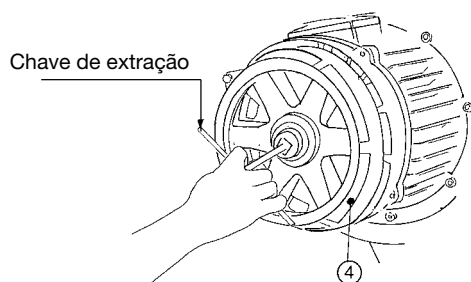

Fig. 18
Desmontagem e montagem: verificar se não há carga aplicada, desparafusar os parafusos pos. 1 (Fig. 16), retirar o sino de travão pos. 2 (Fig. 16) e remover o anel de ajuste pos. 3 (Fig. 16) do travão com a chave adequada (Fig. 17). Com a ajuda de um extrator, retirar a ventoinha do travão pos. 4 (Fig. 18). Montar a nova ventoinha, empurrando-a para frente com o auxílio de um maço de chumbo, remontar o sino do travão pos. 2 (Fig. 16) e os parafusos pos. 1 (Fig. 16), então proceder com a regulação, como indicado no capítulo “regulação da ventoinha do travão” na pág. 65.